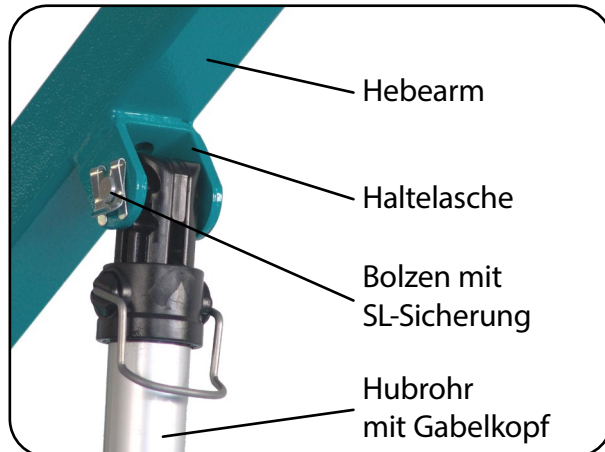

Abb. 6.2.05 – Montage des Hubantriebes
7. Entfernen Sie den Bolzen mit SL-Sicherung aus der Haltelasche am Hebearm (Abb. 6.2.05).
8. Heben Sie den Hebearm an und bringen Sie die Bohrung des Hubrohres (Gabelkopf) mit der Bohrung der Haltelasche deckungsgleich übereinander. Befestigen Sie den Hubantrieb an der Haltelasche des Hebearms durch Einstecken des Bolzens (Abb. 6.2.05).
9. Sichern Sie den Bolzen mit der SL-Sicherung (Abb. 6.2.05). Schieben Sie hierzu die SL-Sicherung in die Nut am Ende des Bolzens. Dabei gleitet das gebogene Ende der Lasche über die Fasse des Bolzens.